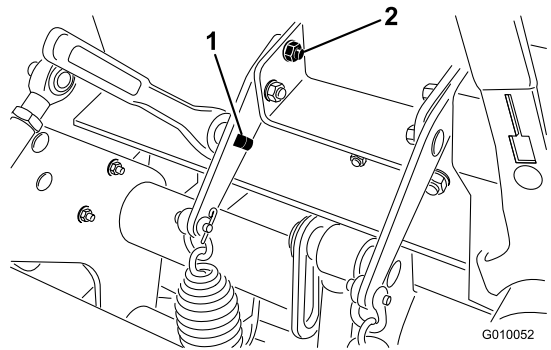

Bild 37
2. Setzen Sie einen 1/2-Zoll-Schlüssel oder ein Brecheisen in das rechteckige Loch in der Federplatte ein (Bild 37).